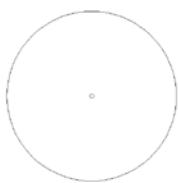

图 15.143 同心圆绘制
(1) 绘制一个半径为 4000 的圆, 以圆心为圆心绘制半径为 100 的同心圆, 如图 15.143